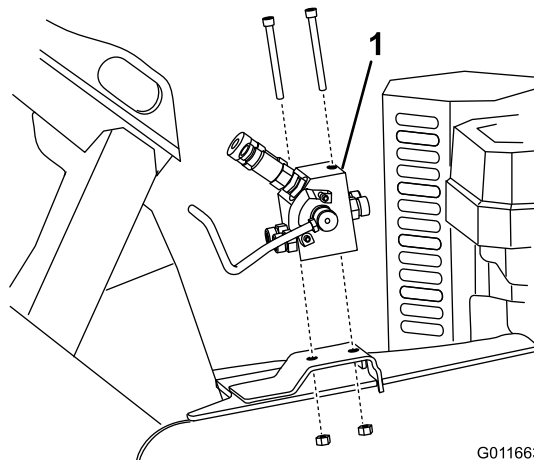

**Figure 14**
2. Fixez le collecteur hydraulique sur son support à l'aide de 2 boulons à tête creuse hexagonale (5/16" x 3/4") et 2 contre-écrous (5/16"), comme montré à la Figure 14.